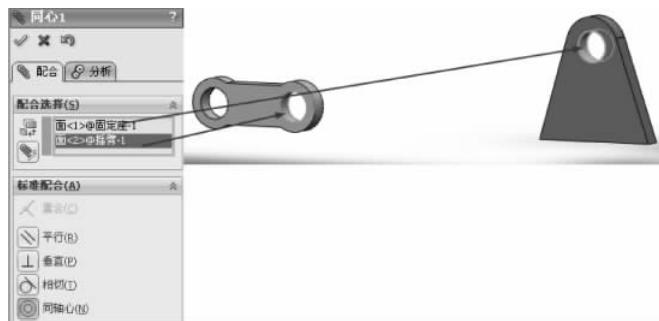

图 3-212 同轴心配合
(1) 单击【装配体】工具栏中的【配合】按钮 ，弹出【配合】的属性设置。选择【标准配合】选项组下的【同轴心】配合类型 ，在【要配合的实体】选择框 中选择如图 3-212 所示的面，其他保持默认，单击【确定】按钮 ，完成同轴心配合。